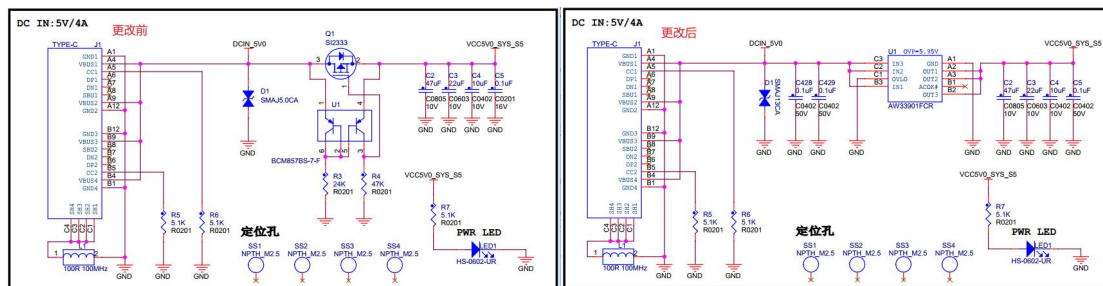

图 2
2. 输入端添加过压保护, 更改前后对比如图 2 所示。更后, 除非过压保护的电压为 5.95V, 当输入电压超过 5.95V, 关断电压输出, 可以有效保护板子, 避免 pmic 等器件烧坏。